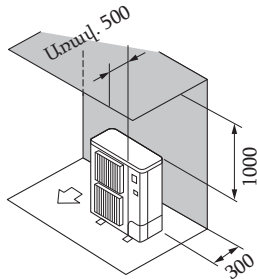

Fig. 2-3
② Շրջապատող իրեր՝ միայն հետևի և վերևի մասերում (Fig. 2-3)